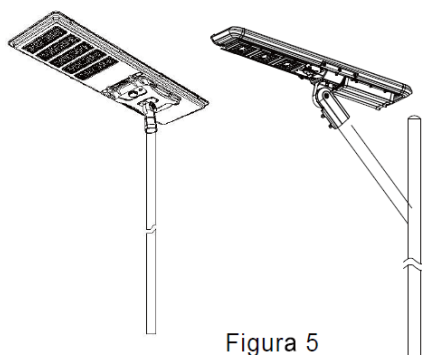

Figura 5
5. Afloje los 4 tornillos de la abrazadera deslizante, instale el accesorio en el poste y fije los 4 tornillos. (Figura 5)
6. Ajuste la dirección de iluminación del LED según la demanda. (Figura 5)